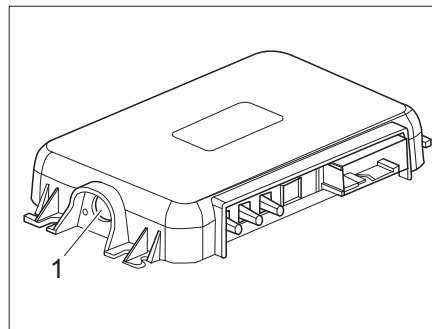

Bild 274 Kopplingsknapp på SCU
- Tryck på SCU:s kopplingsknapp (Bild 274,1). Fordon och mobiltelefon är nu ihopkopplade.